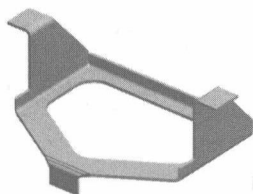
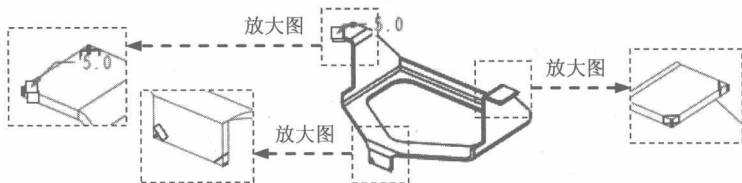

图 1.18 弯边特征 3
图 1.20 倒斜角特征 1
Step14. 创建图 1.18 所示的弯边特征 3。
(3) 定义弯边类型。在工具条中单击“全宽”按钮；在“距离”文本框中输入值 35，在“角度”文本框中输入值 90，单击“内部尺寸标注”按钮和“材料在内”按钮；调整弯边侧方向向外，如图 1.18 所示。
(4) 定义弯边属性及参数。各选项采用系统默认设置。
(5) 单击“完成”按钮，完成特征的创建。
Step15. 创建图 1.20 所示的倒斜角特征 1。
(1) 选择命令。在“主页”功能选项卡的“钣金”工具栏中单击后的小三角，选择倒斜角命令。
(2) 定义倒斜角类型。在“倒斜角”工具条中单击按钮，选中“深度相等(E)”单选项，单击“确定”按钮。
(3) 定义倒斜角参照。选取图 1.20 所示的六条边线为倒斜角参照边。
(4) 定义倒角属性。在该工具条的“深度”文本框中输入值 5，单击鼠标右键。